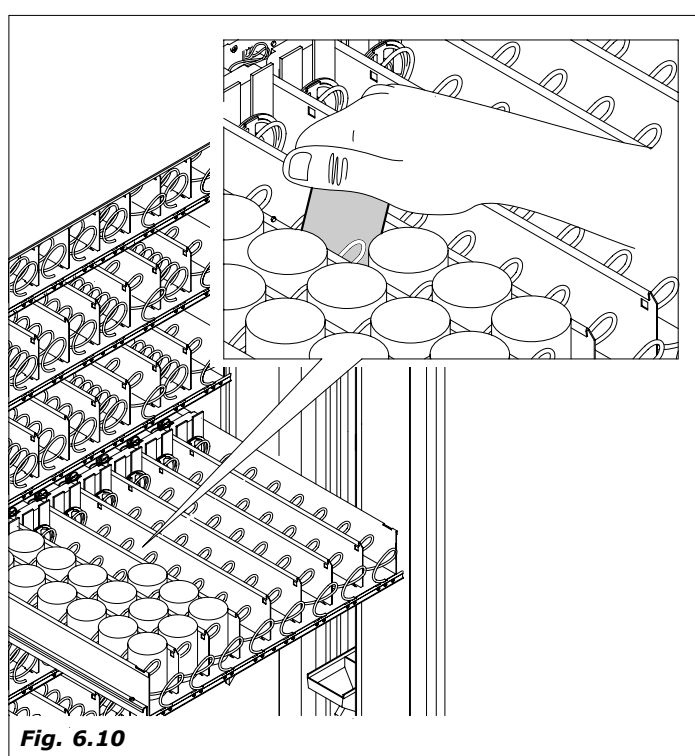

Fig. 6.10
- inserire i prodotti partendo dalla parte anteriore del cassetto fino alla parte più interna. Non lasciare nessuno spazio vuoto (Fig.6.10)